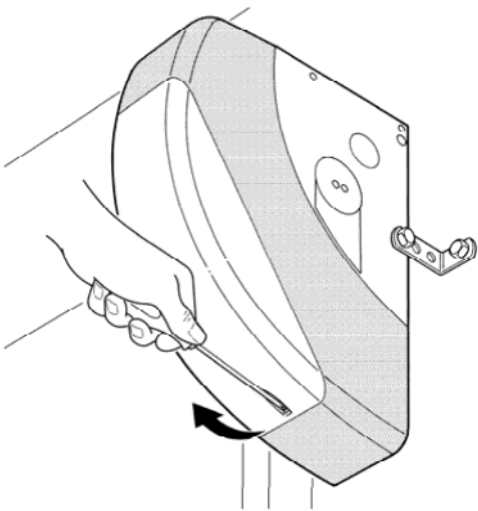

Fig. 5
1. Чтобы снять защитный кожух и получить доступ к электронной плате управления **SOON**, выньте саморез и поднимите кожух вверх (Рис. 5).